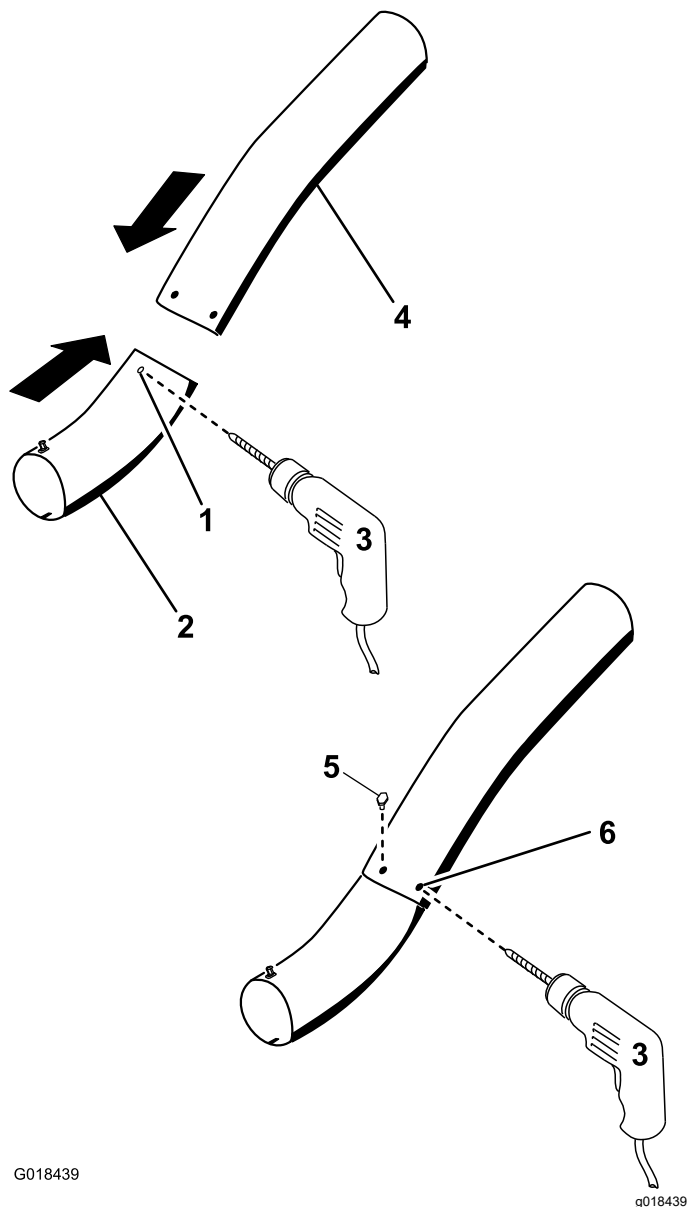

Bild 32
12. Verwenden Sie die vorhandenen Löcher im oberen Rohr als Schablone und bohren Sie zwei Löcher (Durchmesser von 6,5 mm) durch die Vertiefungen im unteren Rohr (Bild 32).
15. Legen Sie die Scheiben ($\frac{1}{4}''$) auf die Schrauben (Bild 32).
16. Setzen Sie die Schrauben ($\frac{1}{4}'' \times \frac{3}{4}''$) und die Scheiben ($\frac{1}{4}''$) mit einem Sechskantschlüsselwerkzeug von der Innenseite des unteren Rohrs und durch die vorhandenen Löcher im oberen Rohr ein (Bild 32).
17. Schrauben Sie die Rohre mit den Muttern ($\frac{1}{4}''$) zusammen, wie in Bild 32 abgebildet.